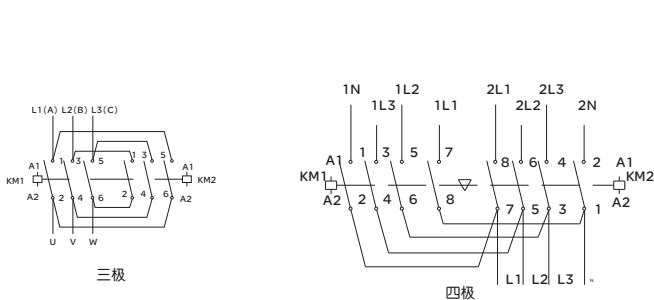
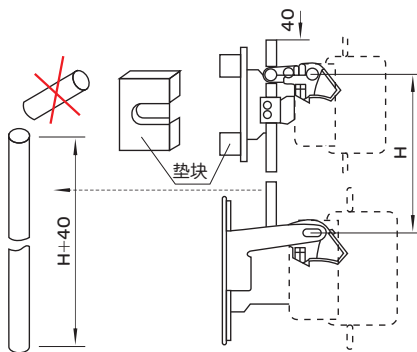

图3 可逆接触器的联接板连接图
图4 垂直安装的可逆接触器
- a.机械联锁机构和两台CJX2接触器组成联锁产品时，联接板的连接方式(见图3)，可水平安装，也可垂直安装。垂直安装时，电流小的安装在上方。安装后，在连杆长度达到H+40时，可截去其上部长出部分(见图4)；
- b.CJX2s-115~225和CJX2-265~630及机械联锁机构机构组成垂直安装的联锁产品时，须在CJX2s-115~225下加垫块(见图4)。